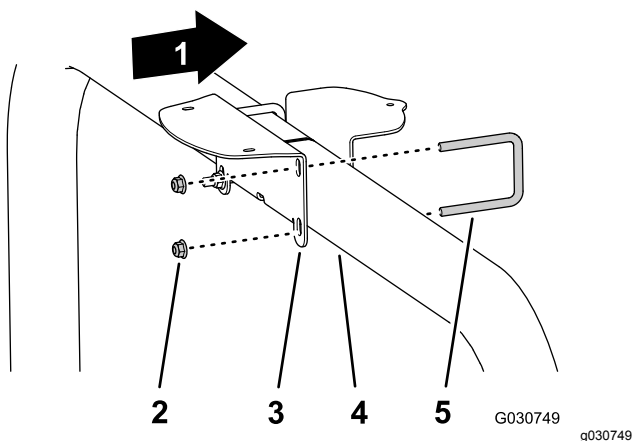

Рисунок 124
- Если машина оборудована Глобальной навигационной спутниковой системой (GNSS) с широкозонной корректирующей системой (WAAS), установите крепление приемника на трубу конструкции ROPS (Рисунок 124) при помощи двух U-образных болтов и 4 фланцевых контргаек (3/8 дюйма).